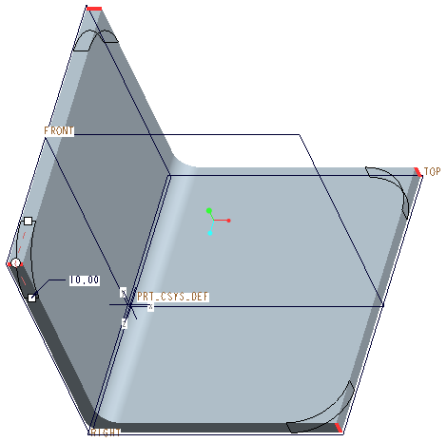
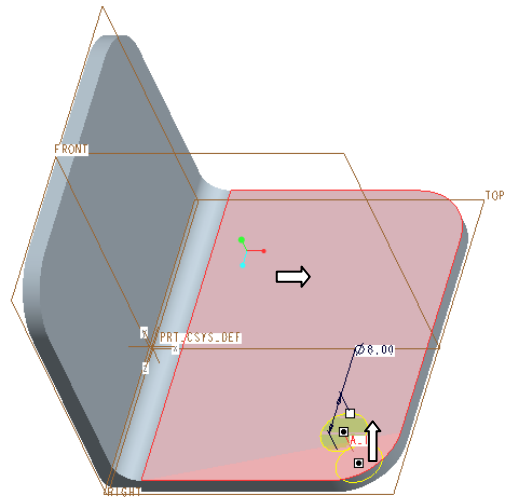
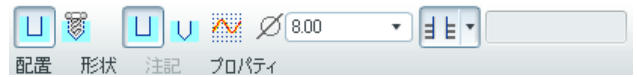

図 3-34 コーナーエッジの選択
図 3-36 面の選択と穴ツール
図 3-37 穴ダッシュボード
- 次に「Ctrl」キーを押しながら、図 3-34 のように4つのコーナーエッジを赤色になるまでクリックする。
- 図 3-36 において、マウスで上面 (④) を選択し、マウスをゆっくり動かすと面は図 3-34 のように赤色にハイライトする。
- 次にツールバーの「データム軸」 を選択して、ラウンドエッジ表面 (④) を選択し、「データム軸」ダイアログボックスで「OK」をクリックする
- 図 3-36 上の穴の寸法または共通ダッシュボード図 3-37 にある (画面上部) 穴の寸法を直径「8」にし、「深さオプション」サブメニューから「全貫通」 を選択して深さを編集する。